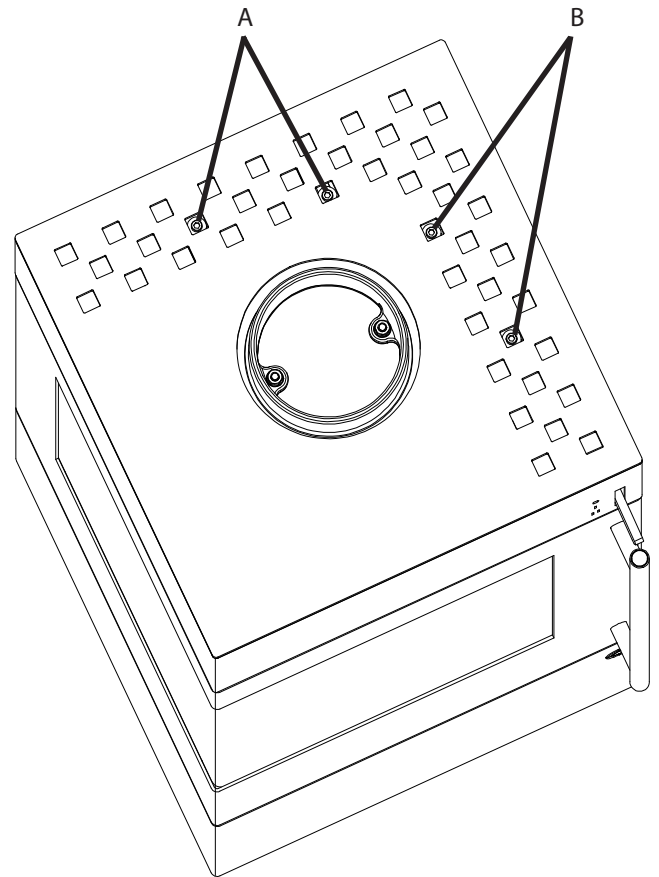

Fig.1
- Bevestigingsschroeven (A) voor de achterwand en bevestigingsschroeven (B) voor de zijwand bovenop het apparaat oplossen (max. 2 omwentelingen, zie Fig.1).